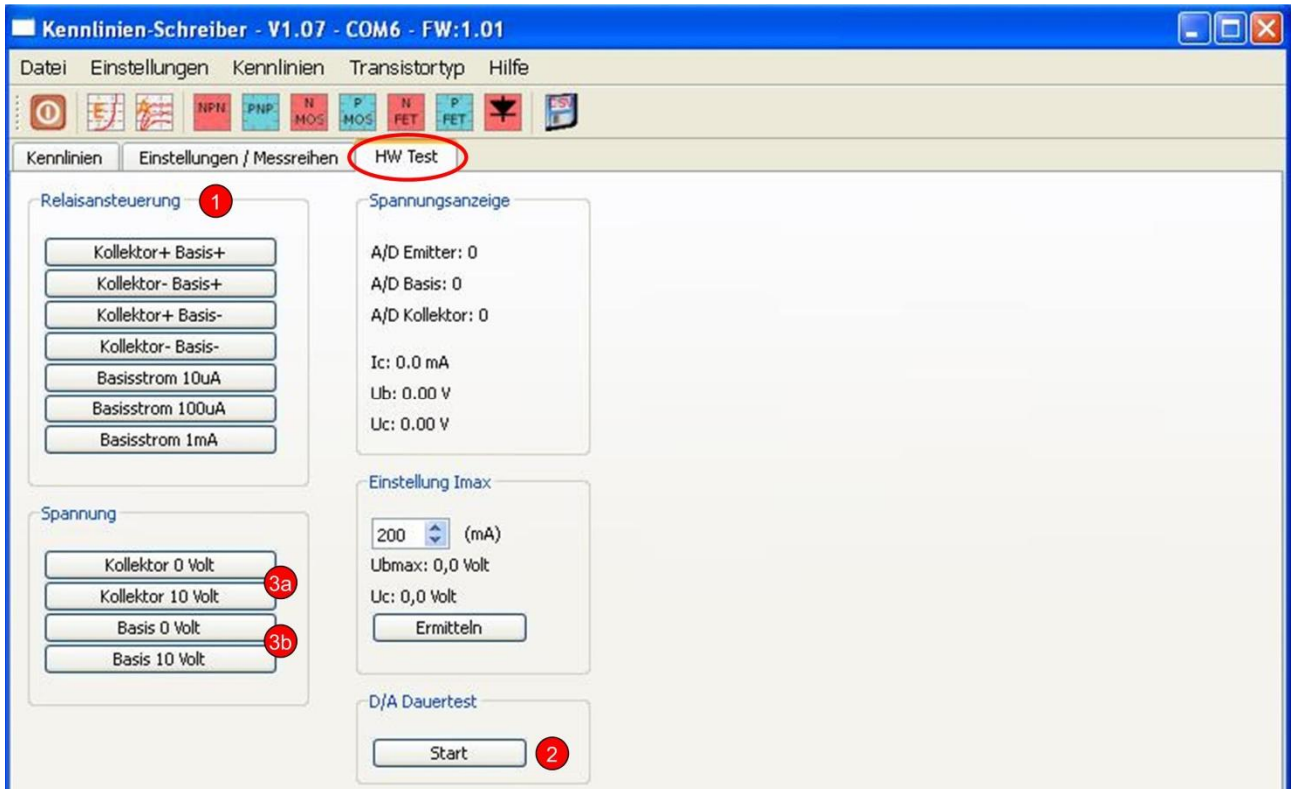

Abb. 1: Bildschirmseite "HW-Test".
Der Dauertest wird mit Klick auf "Start", Abb. 1, Ziffer (2) begonnen.